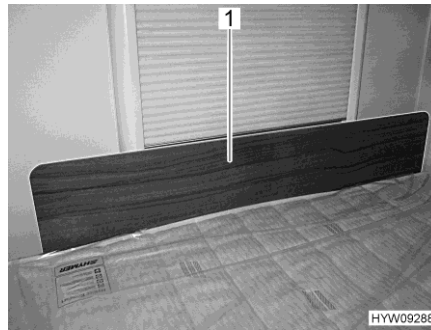

Bild 84 Skyddsplåt/fallskydd
- Sätt dit skyddsplåten (Bild 84,1) framför fönstret mellan madrassen och fönsterramen. Klämverkan på madrassen som håller fast skyddsplåten i dess position framför fönsterramen.